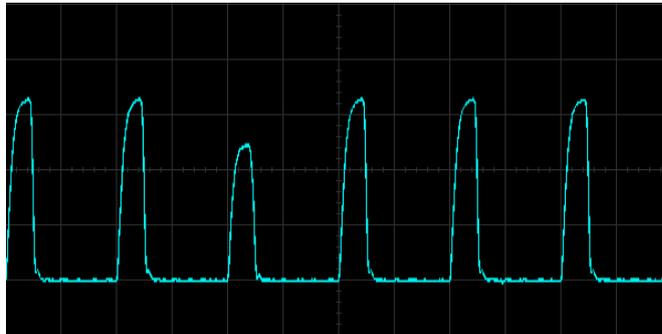

Abbildung 35: Triggerung eines Runt-Pulses
- ▶ Schalten Sie die *PERSISTANCE*-Einstellungen wieder aus und konfigurieren Sie den Pulse-Trigger so, dass ein stehendes Bild ähnlich Abbildung 35 erzeugt wird.